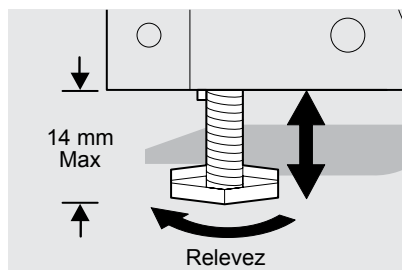

Figure 3
3. Utilisez une clé à molette pour régler les vis de mise à niveau. Abaissez les vis de mise à niveau de chaque côté dans le sens horaire jusqu'à ce qu'elles touchent au plancher (Figure 3).